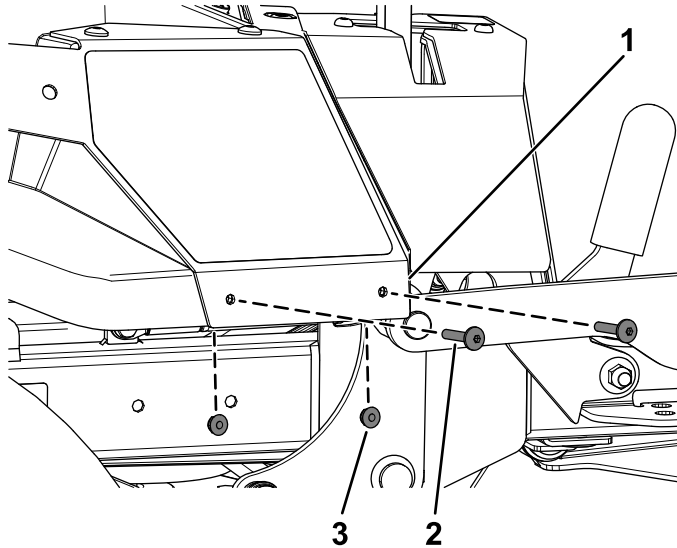

Bild 5
A. Entfernen Sie die beiden Torx-Schrauben ($\frac{1}{4}$ " x 1-5/16") und die beiden Sicherungsmuttern ($\frac{1}{4}$ ") aus der rechten Verkleidung (Bild 5).